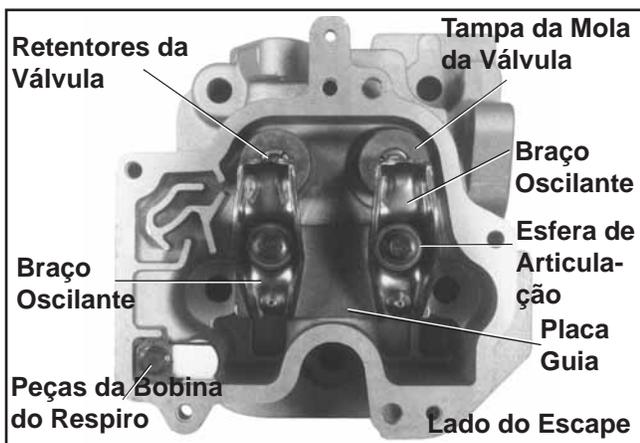
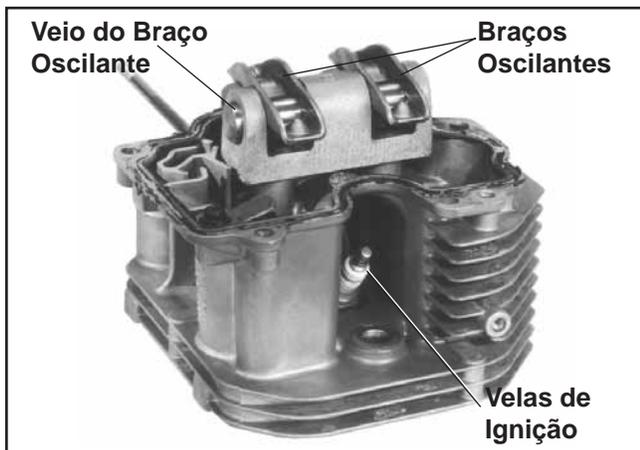

Figura 9-32. Cabeça com Braço Oscilante/Articulação Montado Individualmente.
Figura 9-33. Retirar a Vela de Ignição e os Braços Oscilantes.
Utilizam-se dois tipos básicos de cabeças. Um tipo utiliza uma disposição de ponte oscilante conforme mostrado na Figura 9-33. O segundo tipo utiliza conjuntos do braço oscilante montados individualmente, com ou sem uma placa guia, em vez de uma ponte. Mostra-se este tipo na Figura 9-32. Os componentes são exclusivos de cada tipo de cabeça. Siga o procedimento adequado baseado no tipo de configuração de cabeça envolvido.
1. Retire a vela de ignição. Consulte a Figura 9-33.
3. Cabeças Equipadas Com Ponte Oscilante – Figura 9-33.
Cabeças com Braço Oscilante/Articulação Montado Individualmente. – Figura 9-32.
- a. Comprima as molas da válvula utilizando um compressor da mola da válvula. Consulte a Figura 9-32.